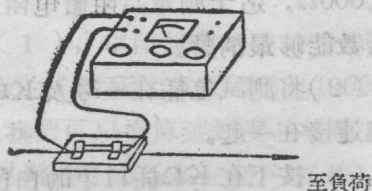

图6 开关將仪表短路
測量注意事項: 由于測量电流时, 仪表是串接在电路中的, 为了保护仪表免受意外的損失起見, 最好是按照图6的方法, 用一个开关与电表并联, 这样接法的优点是:
(1) 有些負荷, 如直流电动机等, 在开始接通电源时, 电流数值非常大, 而在电机轉动后, 电流又逐渐减小。按照图6的接法, 在起
动时可先将仪表經开关短接(图6), 待